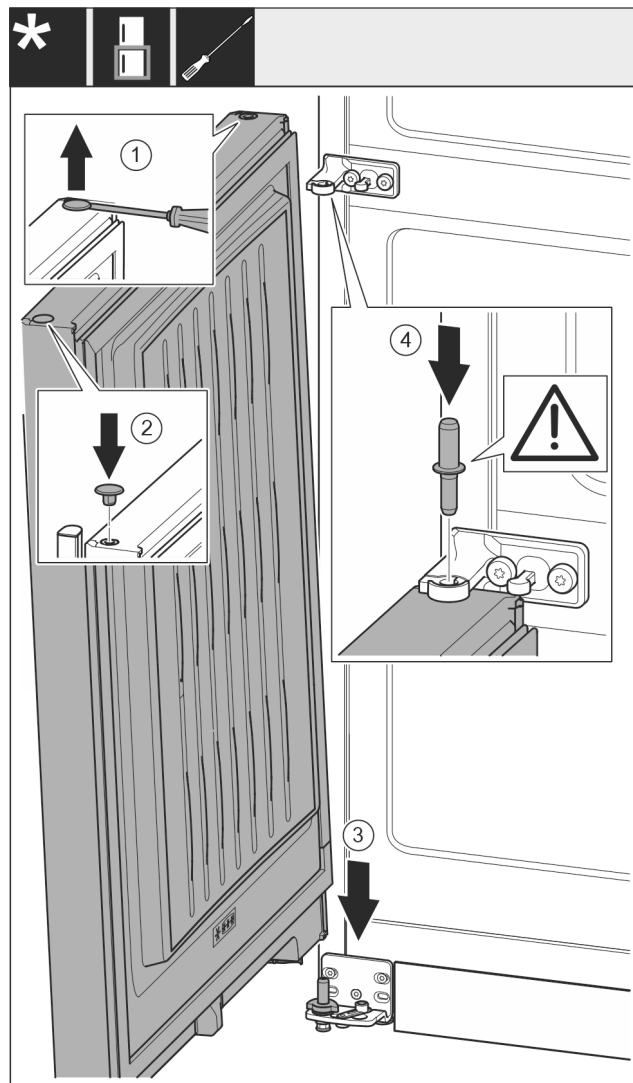

Fig. 23
- Kamštį Fig. 23 (1) atsargiai pakelkite išdrožiniu atsuktuvu ir jį ištraukite.
- Vėl įstatykite kamštį Fig. 23 (2) kitoje durų pusėje.
- Duris Fig. 23 (3) iš viršaus uždėkite ant apatinio atraminio kaiščio.
- Vidurinį atraminį kaištį Fig. 23 (4) pro vidurinę atraminę gembę įstatykite į apatinės duris. Atkreipkite dėmesį į tai, kad fiksavimo kumštelis būtų nukreiptas į galą.